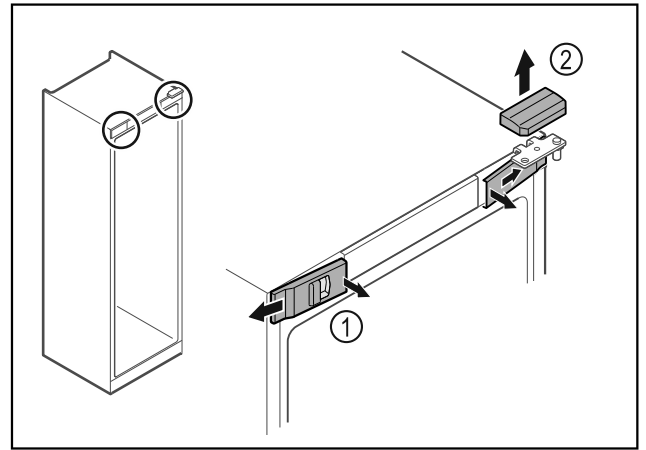

Fig. 12
- ▶ Звільніть передні кришки Fig. 12 (1) всередині від фіксатора та поверніть убік.
- ▶ Зніміть верхню кришку Fig. 12 (2) вгору.